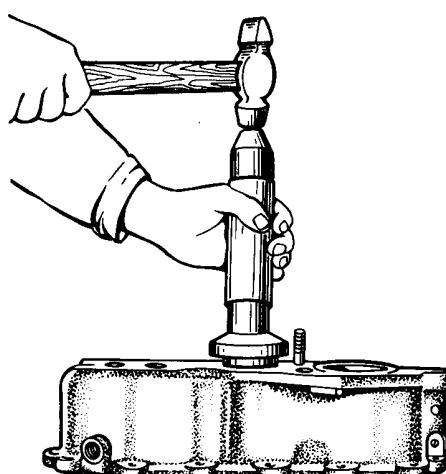

Рис. 7.11. Запрессовка роликового подшипника в картер
- Запрессуйте роликовый подшипник (если он снимался) в картер (рис. 7.11), выдержав размер $6_{-0,5}$ мм от торца картера.